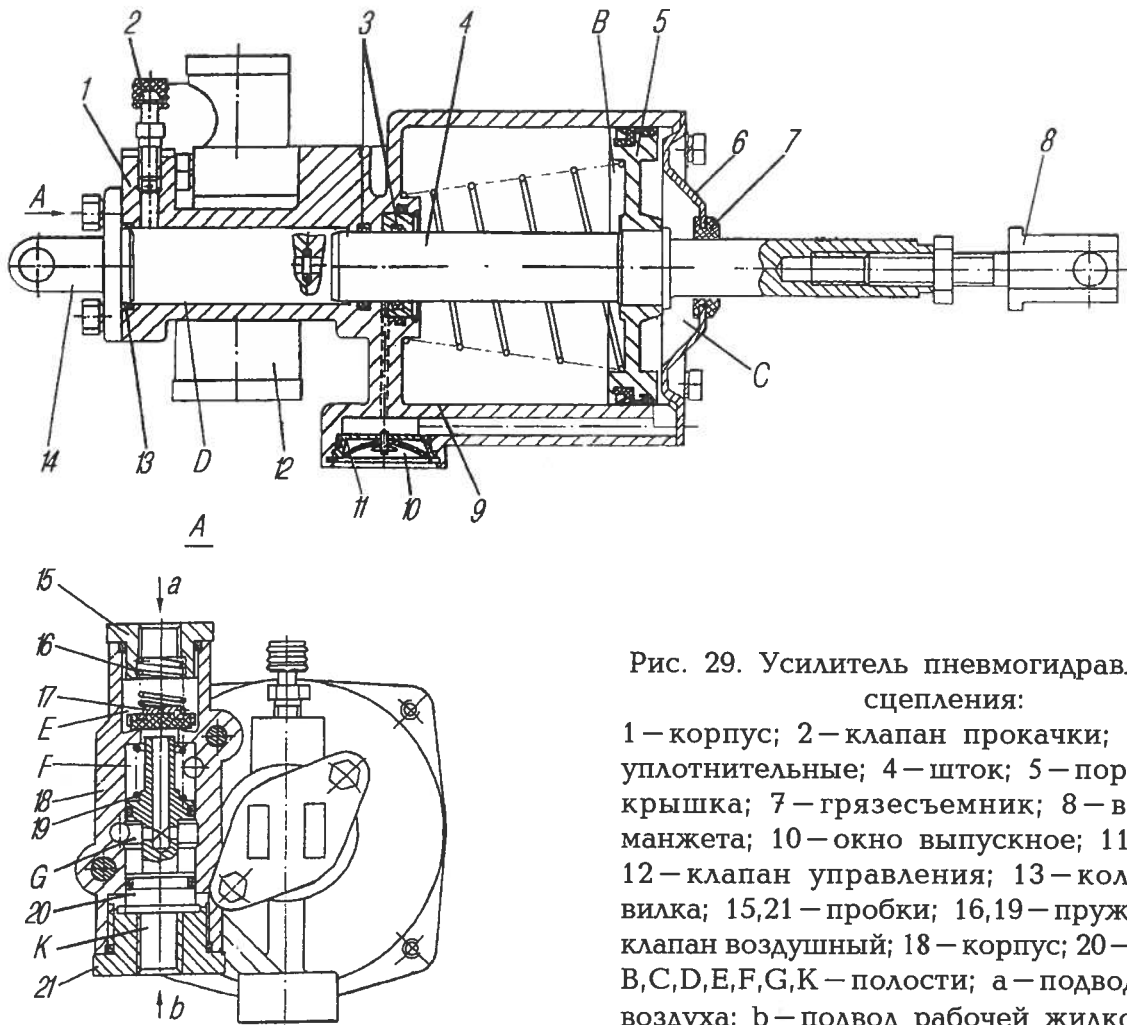

Рис. 29. Усилитель пневмогидравлический сцепления:
**Пневмогидравлический усилитель сцепления (ПГУ)** содержит корпус 1 (рис. 29), внутри которого расположены поршень 5 и шток 4. Поршень со штоком подвижно уплотнены в корпусе и могут перемещаться в осевом направлении. Поршень уплотнен в корпусе при помощи резиновой манжеты 9, а шток — двумя уплотнительными резиновыми кольцами 3.